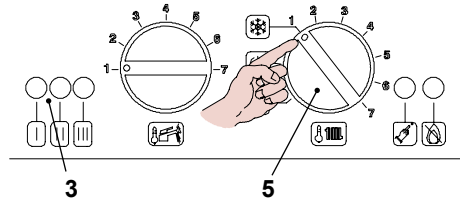

Figura 6.5
- Dare alimentazione elettrica alla caldaia (interruttore bipolare); la lampada di segnalazione 3 si accende circa ogni quattro secondi come in Figura 6.5.
- Ruotare il selettore di funzione 5 come indicato in Figura 6.5, la lampada di segnalazione 3 lampeggia ad intermittenza circa ogni 2 secondi.